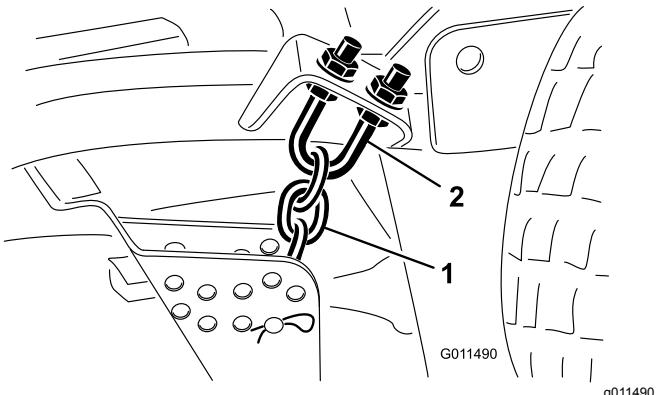

Figura 106
1. Desaperte as porcas de bloqueio na zona superior ou inferior da cavilha em U da correia da altura de corte (Figura 106).